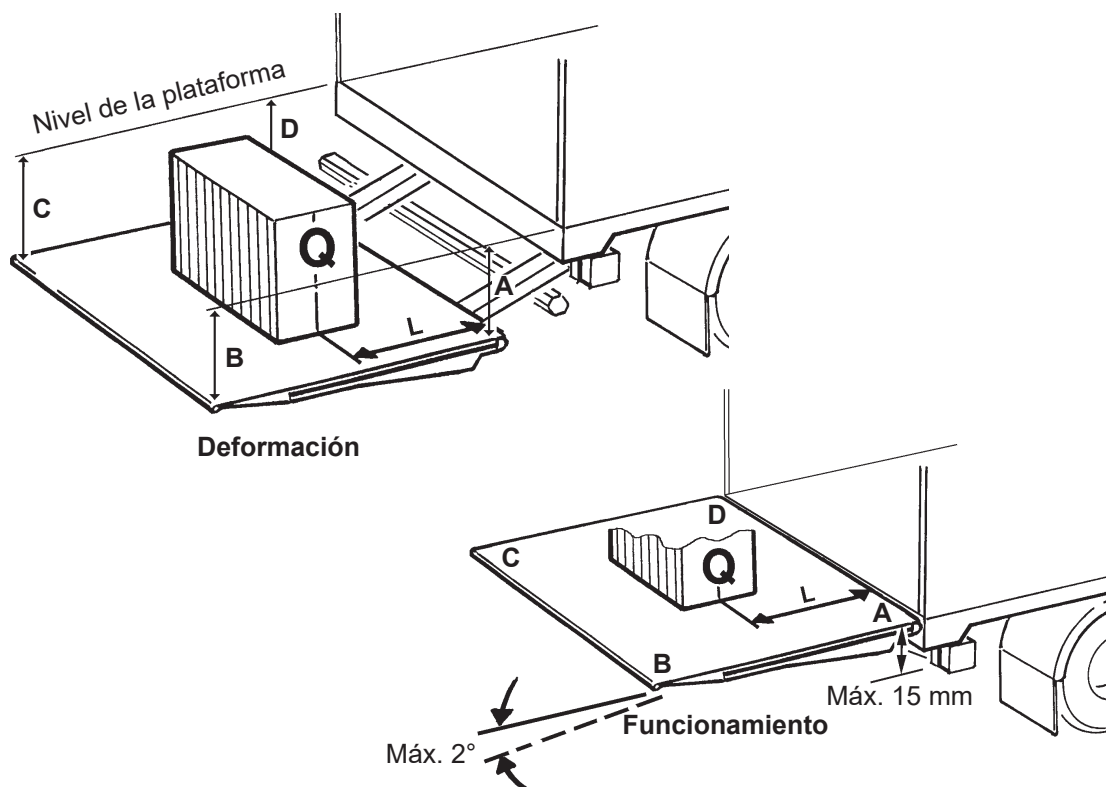

Figura 70. Prueba y verificación
- Colocar el elevador trasero en la posición a media altura hacia el nivel de la plataforma y con el puente en posición horizontal. Medir las medidas comparativas A-B-C-D, como se ilustra Figura 70.